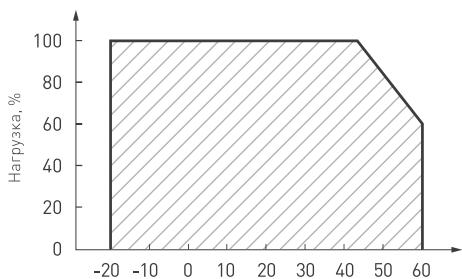

Рис. 2. Максимальная допустимая нагрузка, % от мощности источника
- 4.3. Не нагружайте источник питания более 80% от его максимальной мощности. Учитывайте, что с повышением температуры окружающей среды максимальная мощность источника питания снижается и при максимально допустимой температуре составляет 60% от номинальной (см. график зависимости на рис. 2).